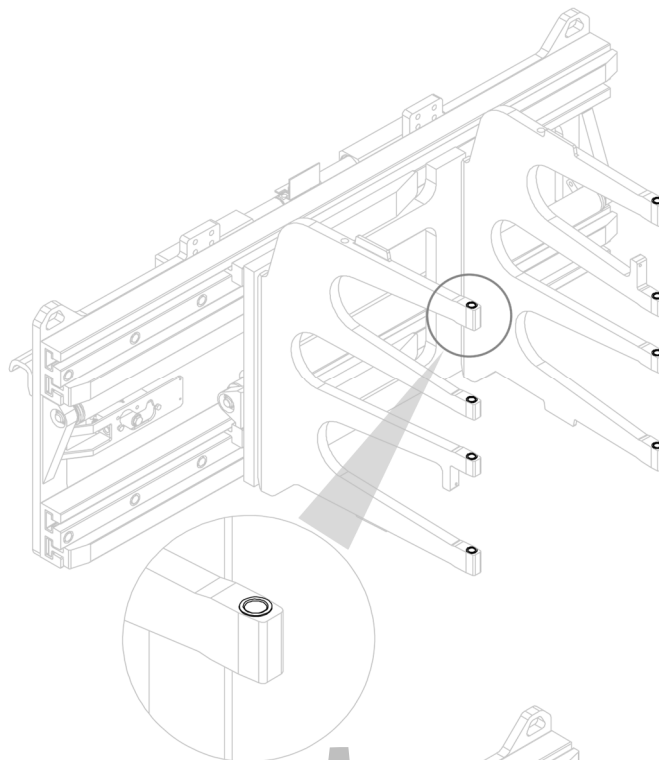
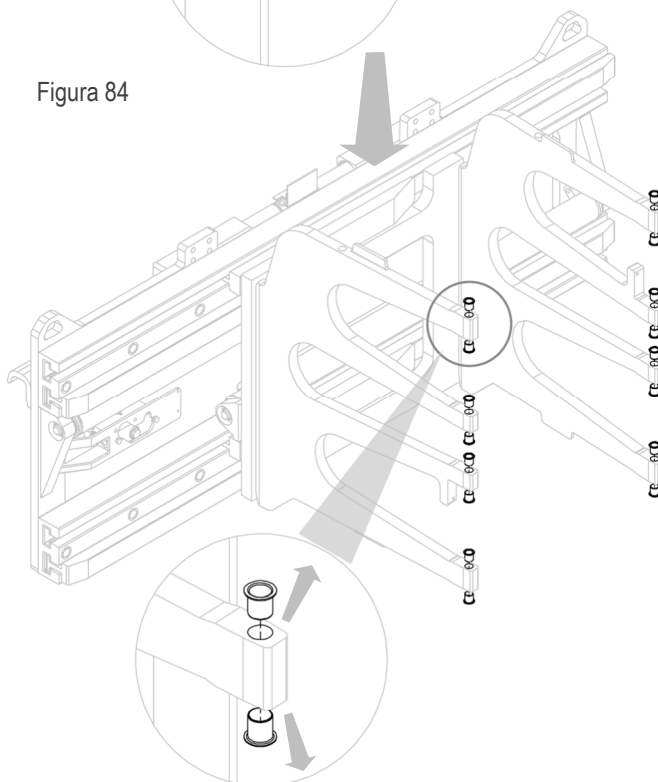

Figura 84
Figura 85
3. Extraer los casquillos de sus asientos (ver *Figura 84* y *Figura 85*).